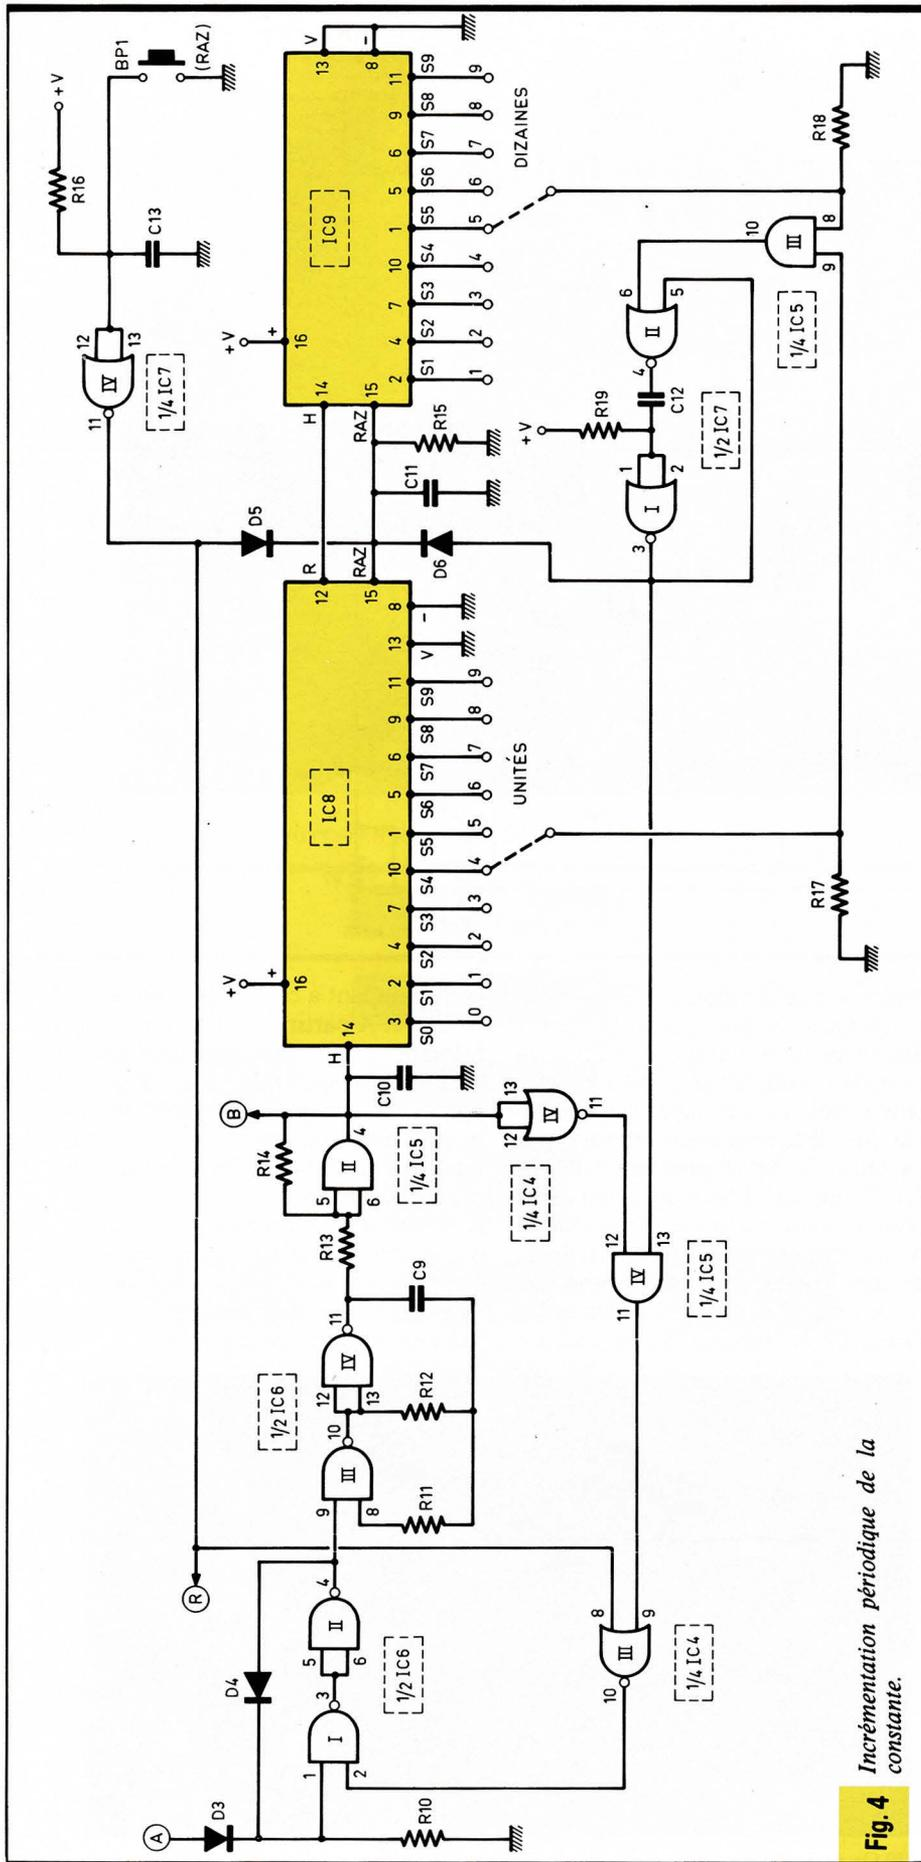

Fig. 4
teurs IC₂ et IC₃ par l'intermédiaire de D₂. Cette impulsion assure aussi la commande d'un second phénomène qui est l'incrémentement d'une valeur constante de comptage, ainsi que nous le verrons par la suite. Notons également qu'au moment de la mise sous tension la capacité C₁₃ se charge à travers R₁₆, si bien qu'au niveau de la sortie de la porte inverseuse NOR IV de IC₇ on enregistre une brève impulsion positive qui assure la remise à zéro automatique de tous les compteurs, et en particulier IC₂ et IC₃ (voir **fig. 4**).
d) Base de temps pour l'incrémentement de la constante (**fig. 4**)
e) Commande de l'incrémentement de la constante (**fig. 4**)